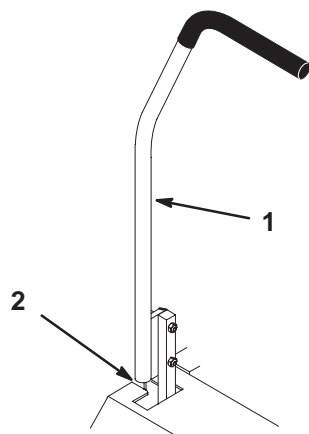

Figure 65
3. Vérifiez la position du levier par rapport au cran de la console ; il doit être centré de façon à pouvoir pivoter vers l'extérieur jusqu'à la position de verrouillage du point mort (Fig. 65).